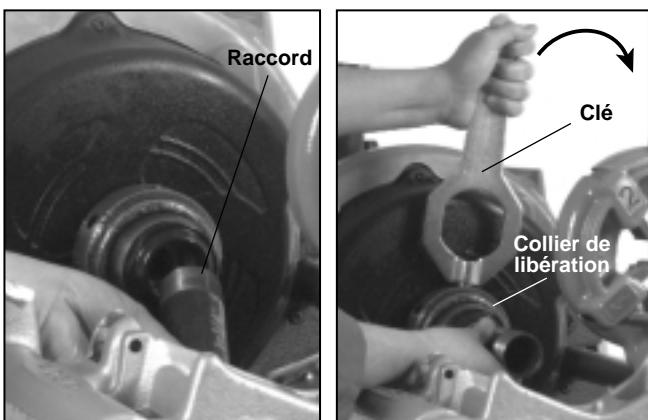

Figure 15 – Installation d'un raccord à usiner et libération d'un raccord terminé à l'aide de la clé
- Vissez le raccord dans l'adaptateur, puis alésez et filetez l'autre extrémité (*Figure 15*).